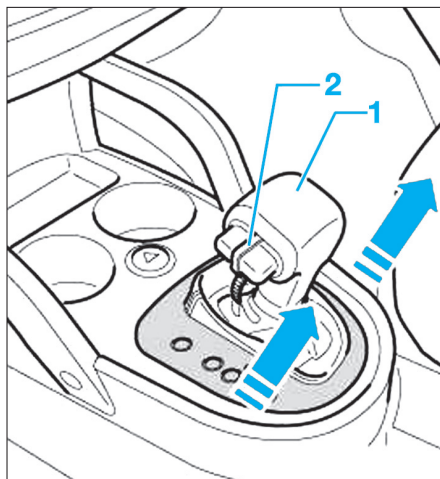

Fig. 23
- Tirer avec précaution le bouton (2) hors du pommeau du levier (1) jusqu'à ce qu'il soit possible d'introduire un collier plastic entre le bouton et le pommeau du levier sélecteur (Fig.23).